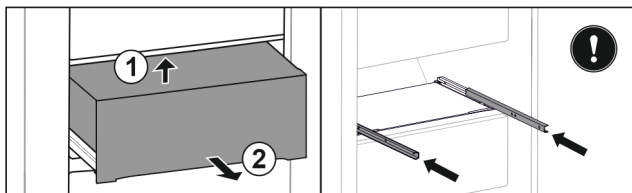

Fig. 135
- ▶ Nadzvedněte zásuvku zezdola vzadu. Fig. 135 (1)
- ▶ Vyměte zásuvku dopředu. Fig. 135 (2)